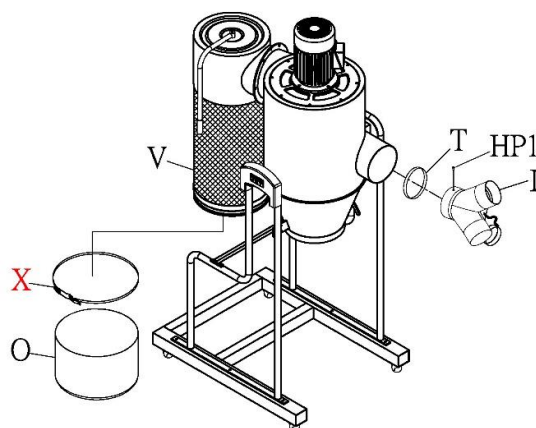

Abbildung 10
- Schaumstoffklebeband (T) nahe an der Kante rund um die Einlassöffnung anbringen. Siehe Abbildung 10. Das Schaumstoffklebeband muss die runde Öffnung komplett umschließen.
- Den Einlassadapter (I) am Hauptgehäuse anbringen und mit der Flanschkopfschraube (HP1) sichern.
- Das Schaumstoffklebeband (V) unmittelbar über der unteren Kante des Topffilters anbringen. Das Schaumstoffklebeband muss den Topffilter komplett umschließen.
- Den Auffangbeutel (O) am Boden des Topffilters anbringen und mit der Stahl-Beutelklammer (X) sichern.